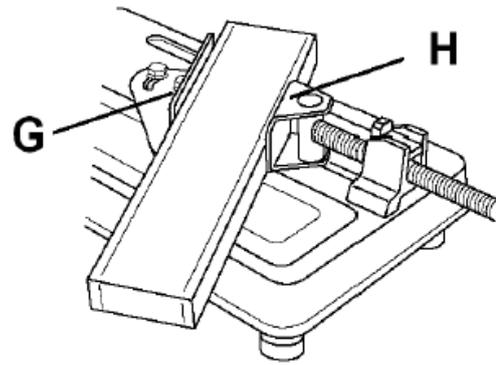

Рис. 5
1. Найдите два болта с шестигранными головками за планкой тисков (G) (*Рис. 5*).
Найдите два болта с шестигранными головками за планкой тисков (*Рис. 5*).